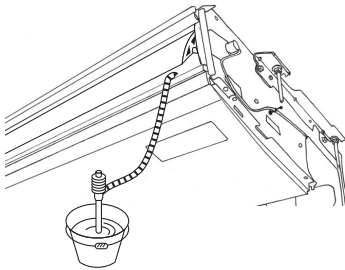

Fig. 5-3
1. Прикріпіть з'єднувальну муфту ⑤, яка входить в комплект блока, до дренажного отвору на блоці за допомогою полівінілхлоридного клею.
2. Натягніть покриття ⑥, яке входить в комплект блока, на з'єднувальну муфту ⑤.
3. Прикріпіть зовнішню дренажну трубу (VP-20) з'єднувальної муфти ⑤ за допомогою полівінілхлоридного клею.
4. Обмотайте покриття ⑦, яке входить в комплект блока, навколо дренажної труби (слід обмотати стики стрічкою).
- Ⓒ Покриття муфти ⑤
- Ⓓ З'єднувальна муфта ⑤
- Ⓔ Покриття дренажної труби ⑦
5. Перевірте належне функціонування дренажу. (Fig. 5-3).